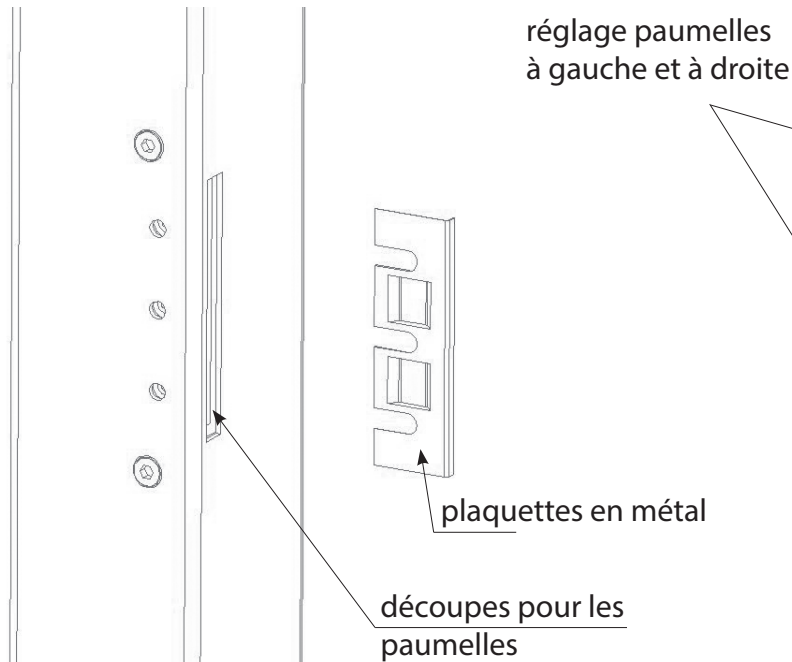

figure 4
- Enlevez les plaquettes des découpes pour les paumelles (figure 4).